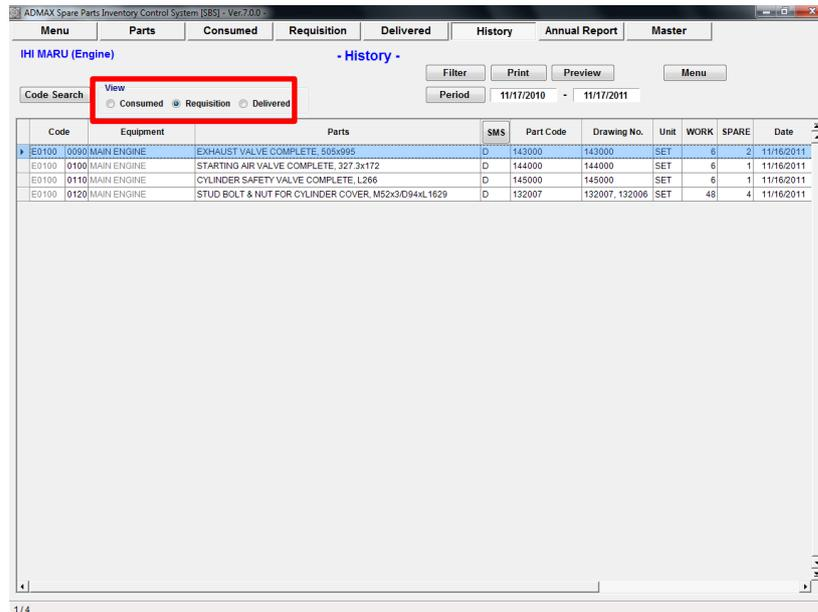

図 9.4 History (Parts Requisition)
8. “History (Parts Requisition) 画面”(図.9-4) が表示されます。